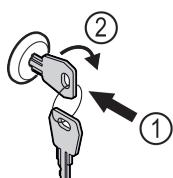

Fig. 92
- Zatlačte klúč Fig. 92 (1).
- Otočte klúč o 90° v smere hodinových ručičiek Fig. 92 (2).